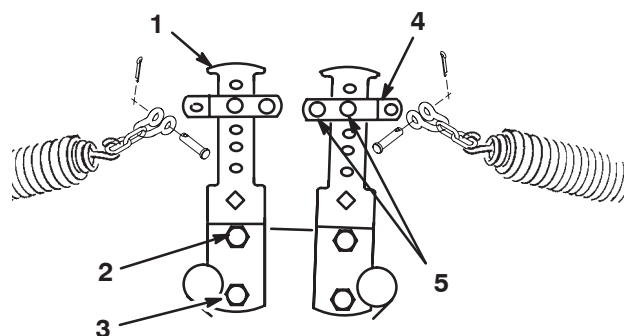

Figure 14
4. Accrochez l'autre extrémité du ressort au trou approprié (voir ci-dessous) des bras d'équilibrage avant et arrière (Fig. 14 & 15) avec la jumelle et la chaîne, l'axe de chape et la goupille fendue.
5. Accrochez l'autre extrémité du ressort au deuxième trou en partant du haut de la jumelle avec la chaîne, l'axe de chape et la goupille fendue (Fig. 14).
8. Fixez le bas du bras d'équilibrage au bâti à l'aide de la vis et de l'écrou retirés précédemment. Serrez la vis supérieure (Fig. 14).